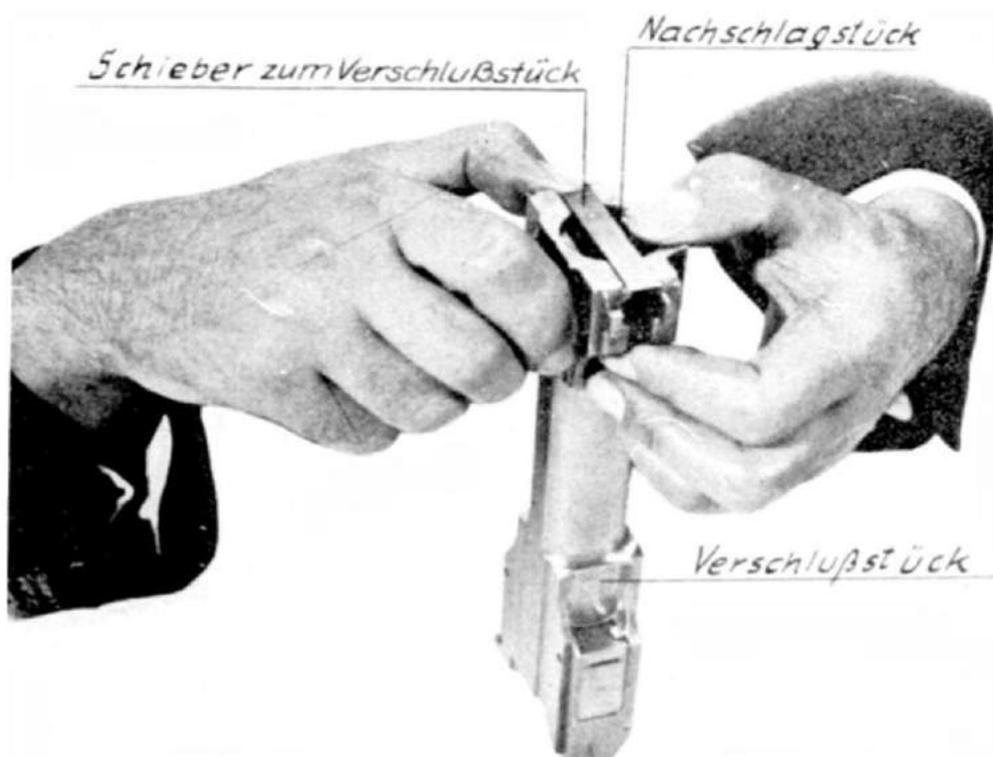

Abb. 80: Herausdrücken des Schiebers zum Verschlussstück
b) Zerlegen des Verschlussstückes (Abb. 80—82)